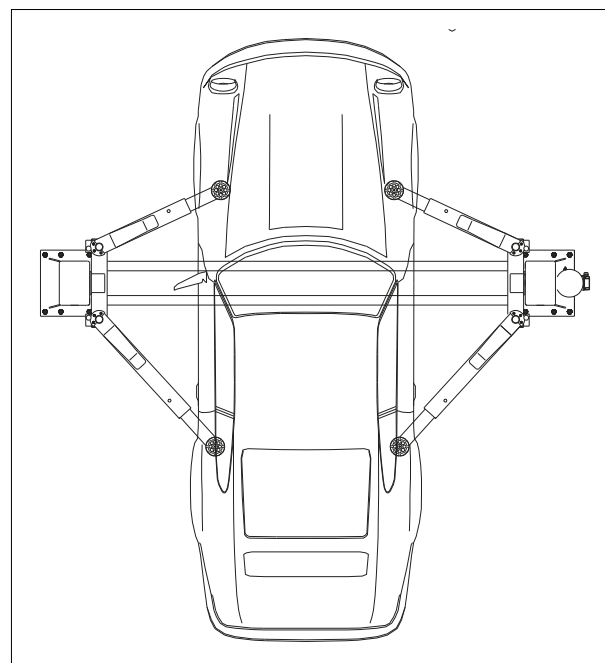

Fig. 12 Korrekt lastat fordon
Fordonet ska placeras så att vikten fördelas korrekt på armarna (Fig. 12). För säkerhet:
- ◆ Fordonet korrekt positionerat (Fig. 12)